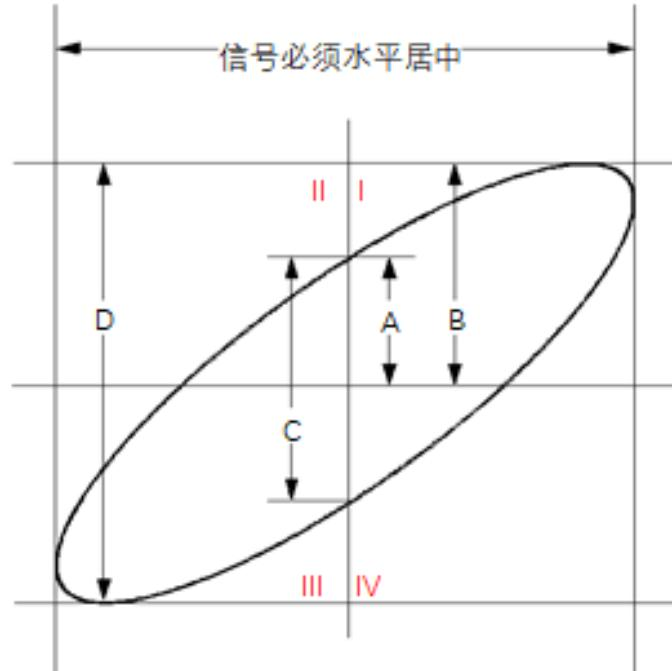

图 7.1 相位差的测量原理图
4. 观察上图的测量结果, 并根据相位差测量原理图 (图 7.1) 可得 $A/B(C/D)=1$, 即两个通道输入信号的相差角为 $\theta = \pm \arcsin 1 = 90^\circ$ 。